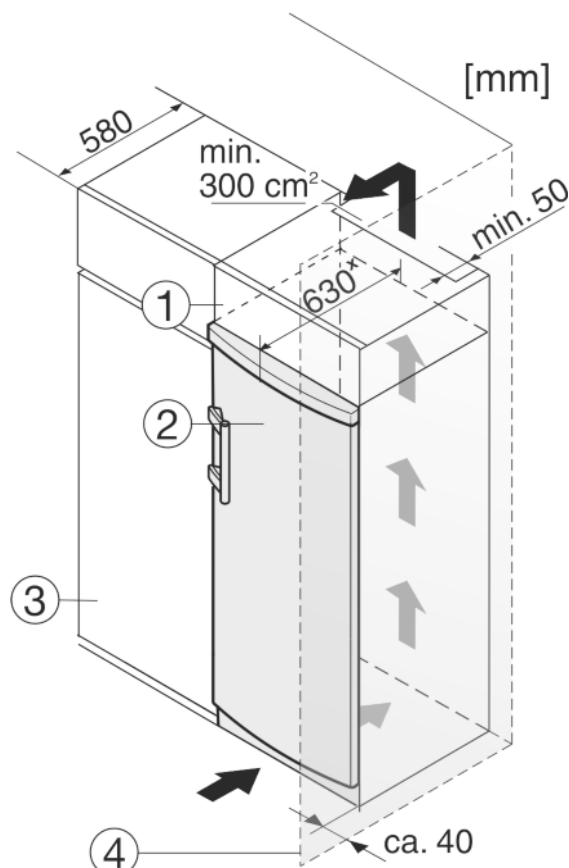

Fig. 10
Устройство может быть окружено кухонными шкафами. Чтобы уравнять устройство Fig. 10 (2) по высоте с кухонной стенкой, можно установить над устройством дополнительный шкафчик Fig. 10 (1).
При комбинировании с кухонными шкафами (глубина макс. 580 мм) устройство можно установить непосредственно рядом с кухонным шкафом Fig. 10 (3). Устройство выступает сбоку на 34 мм \* и по центру на 50 мм \* относительно передней стенки кухонного шкафа.
Если устройство установлено на шарнирах у стены Fig. 10 (4), то расстояние между устройством и стеной должно быть не менее 40 мм. Настолько выступает ручка при открытой дверце.